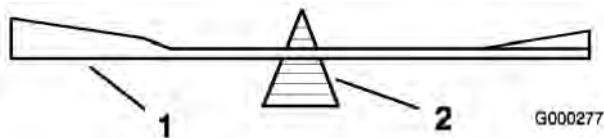
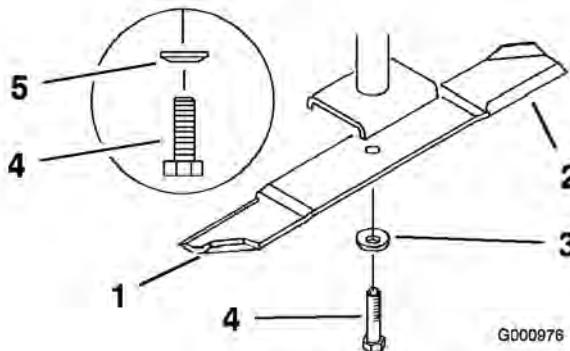

Figure 67
Figure 68
2. Retirez de l'axe le boulon, la rondelle élastique et la lame (Figure 68).
2. Vérifiez l'équilibre de la lame en la plaçant sur un équilibrage (Figure 67). Si la lame reste horizontale, elle est équilibrée et peut être utilisée. Si la lame est déséquilibrée, limez un peu l'extrémité de la partie incurvée seulement (Figure 68). Répétez la procédure jusqu'à ce que la lame soit équilibrée.
1. Placez la lame sur l'axe (Figure 68).
2. Installez la rondelle élastique et le boulon de la lame. Le cône de la rondelle élastique doit être dirigé vers la tête du boulon (Figure 68). Serrez le boulon à 115-150 Nm (85-110 pi/lb).